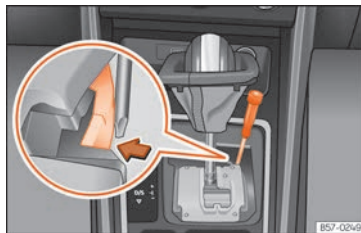

Abb. 90 Wählhebel: Notentriegelung aus der Parkstellung
- Drücken Sie seitlich mit Hilfe der flachen Seite des Schraubendrehers auf die gelbe Taste und halten Sie sie gedrückt »» » **(Abb. 90)**.